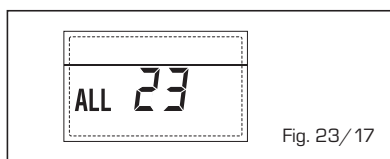

Fig. 23/17
- **ANOMALÍA SONDA DEL COLECTOR SOLAR (S1) "ALL 24"** (fig. 23/18)